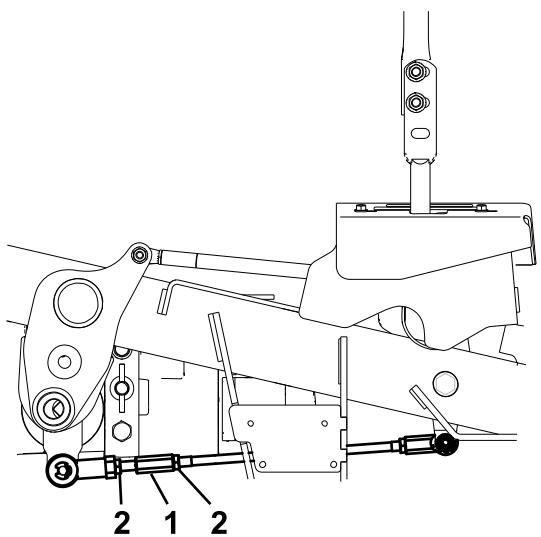

Bild 64
10. Stellen Sie die Länge der Pumpenschaltstange ein, indem Sie die Doppelmuttern an der Stange so weit in die entsprechende Richtung drehen, bis sich die Räder leicht zurückdrehen (Bild 64).